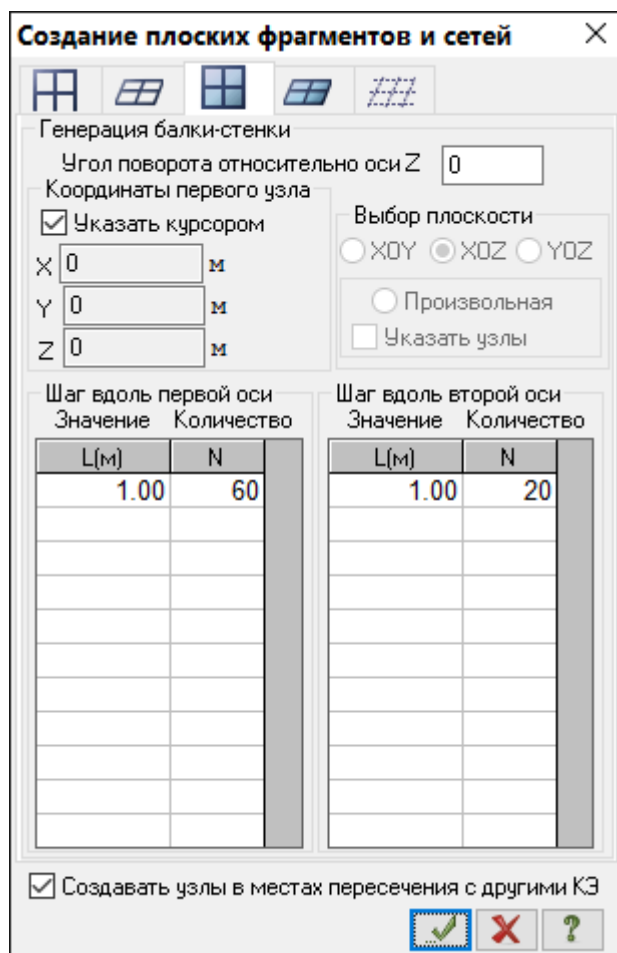

Рис.10.3. Диалоговое окно **Создание плоских фрагментов и сетей**
- Остальные параметры принимаются по умолчанию (рис.10.3).